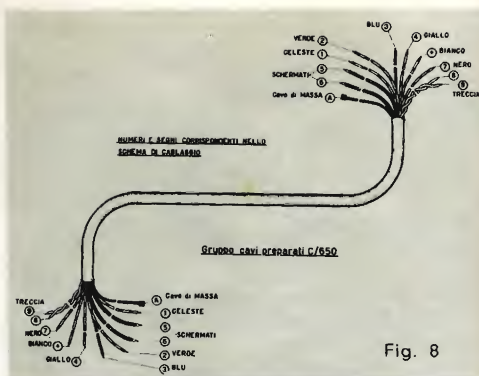
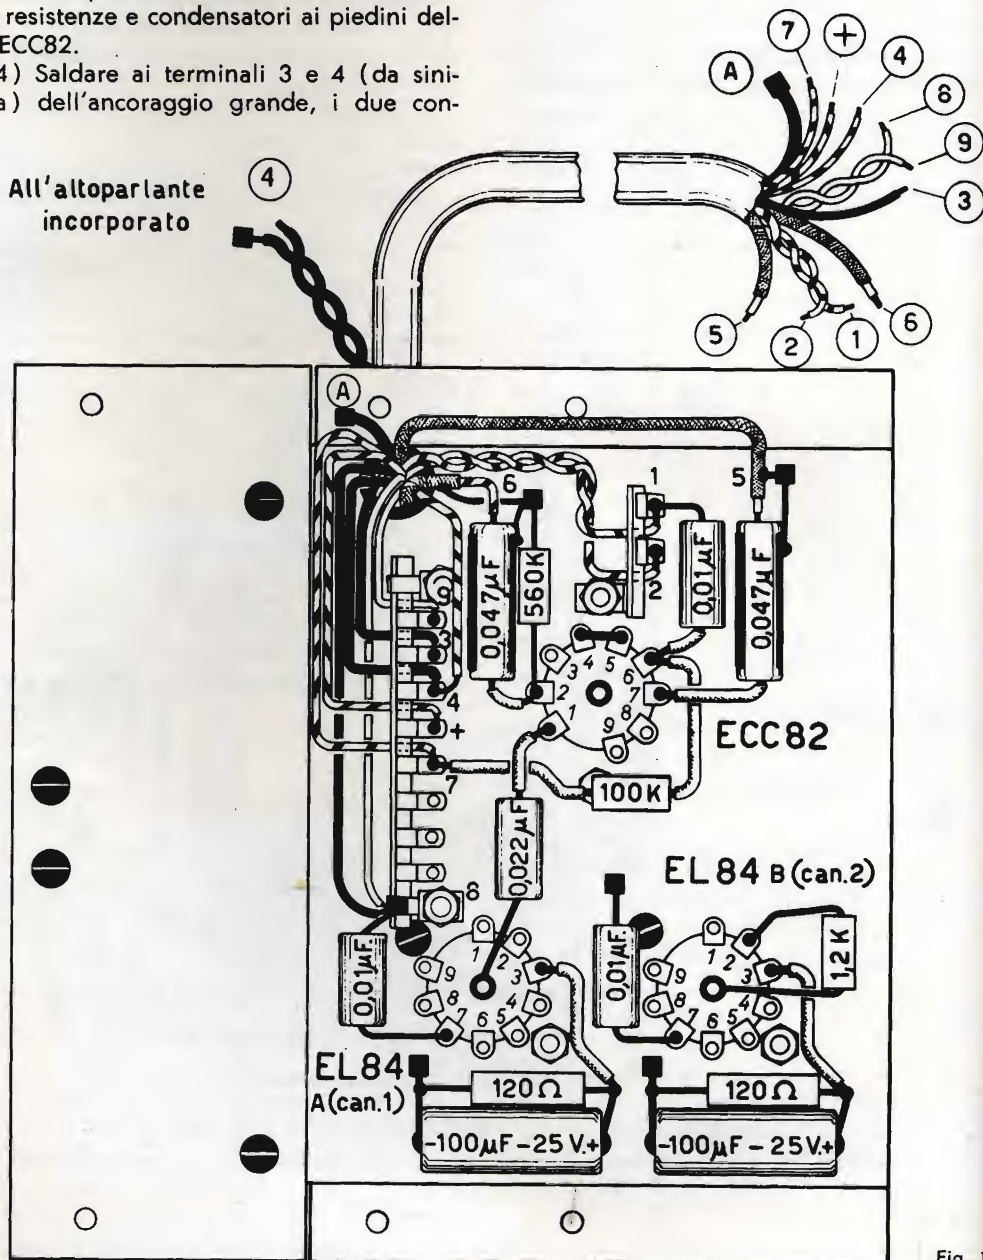

Fig. 8
Fig. 10
3) Iniziare i collegamenti del cavetto C/650 (v. fig. 8) saldando ai terminali centrali dei due potenziometri di destra, i conduttori dei due cavetti schermati contraddistinti con i numeri 5 e 6.
Le connessioni sono indicate nello schema di fig. 10.
5) Saldare il conduttore di massa incorporato nel cavetto C/650 (v. fig. 8), al telaio 0/230 e poi via via tutti gli altri conduttori del cavetto stesso ai rispettivi terminali, esattamente come indicato nella fig. 10.